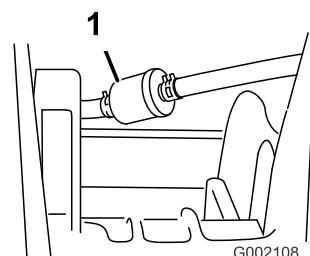

Figura 39
5. Retire os grampos que fixam o filtro de combustível às tubagens (Figura 39).